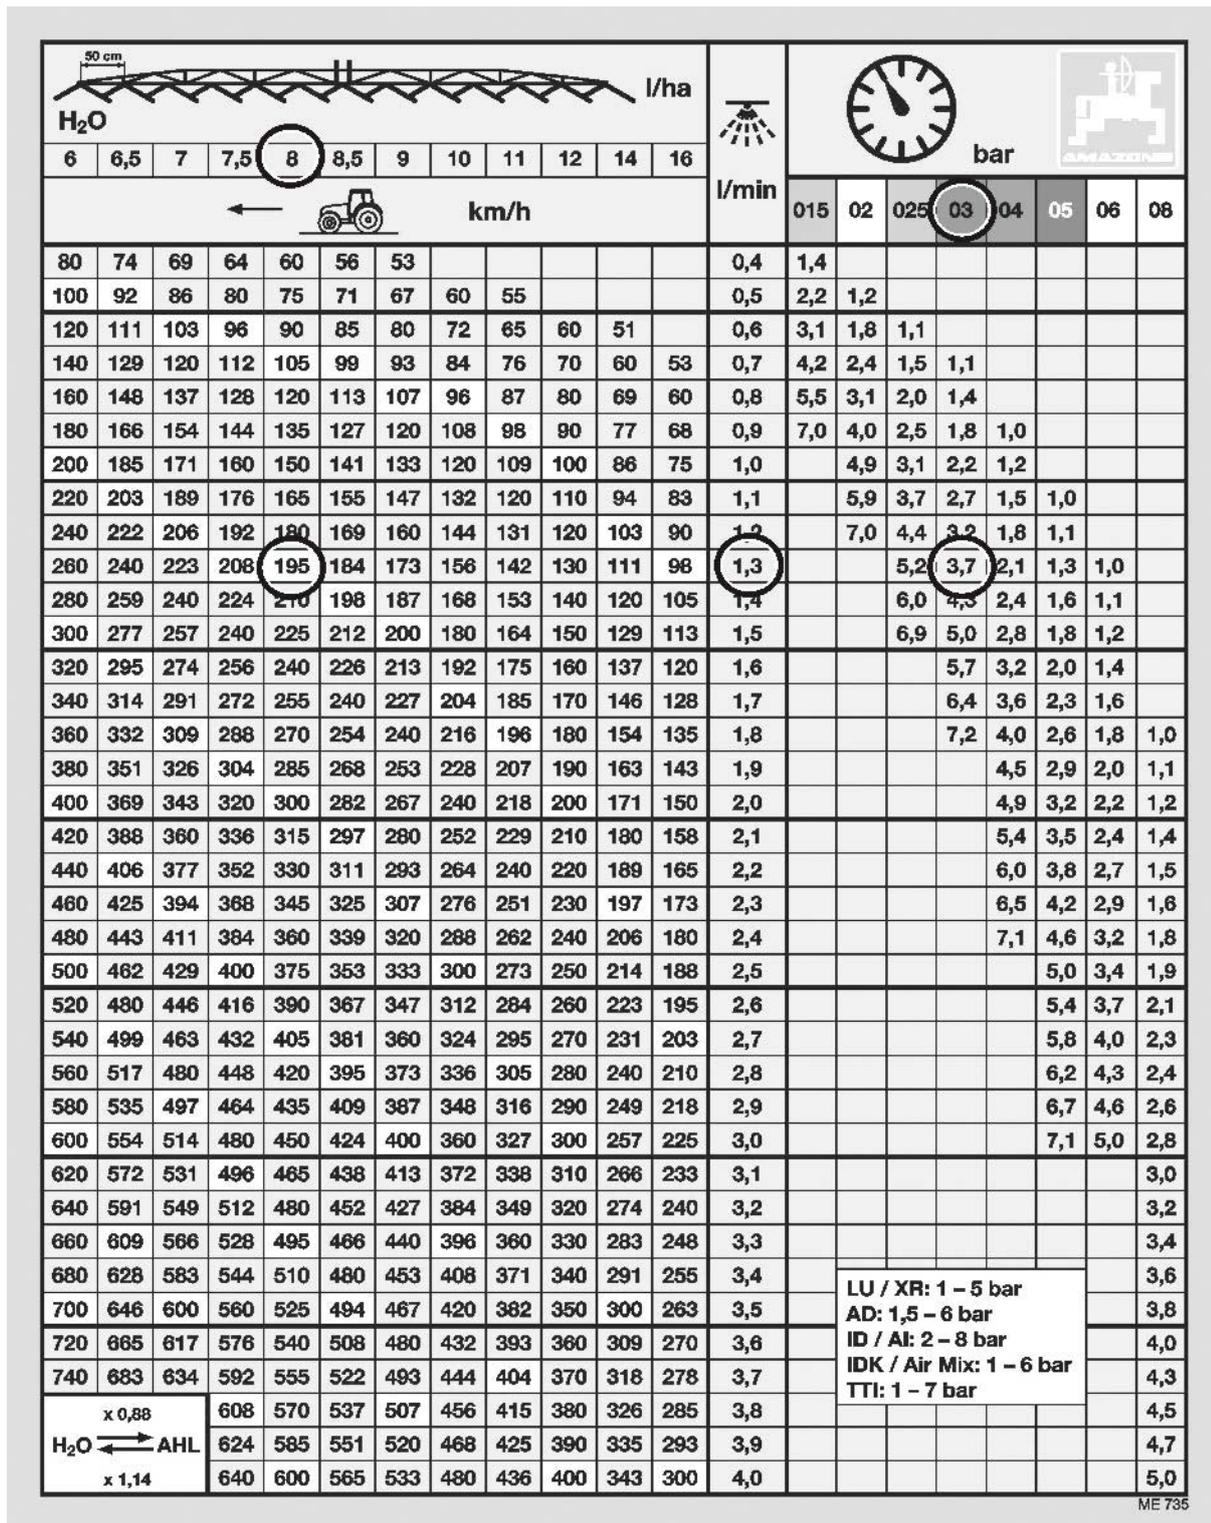

Fig. 157
- Die Fig. 157 dient zur Auswahl des geeigneten Düsentyps. Der Düsentyp wird bestimmt durch
- Die Fig. 157 dient zur